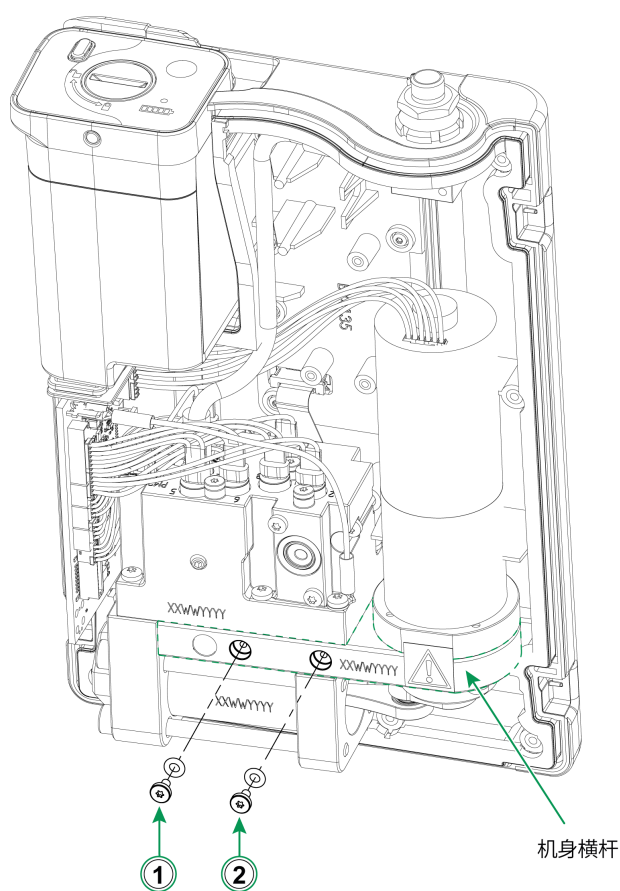

图 37：从机身横杆中取下螺塞
2. 从机身横杆中取下左螺塞（1）（参见图 37：从机身横杆中取下螺塞中的 1）。
9. 从机身横杆中取下右螺塞 (2)（参见图 37：从机身横杆中取下螺塞的 2），然后重复本说明中的第 3-8 步。